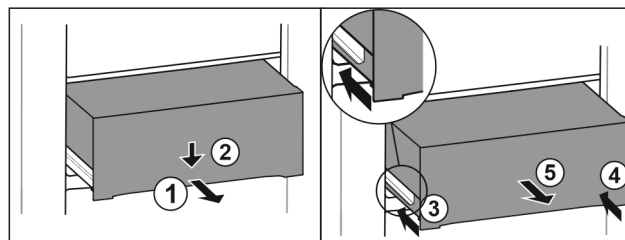

Fig. 104
- 将抽屉拉出一半。 Fig. 104 (1)
- 朝下按压正面的抽屉。 Fig. 104 (2)
- 将左侧轨道推入大约 2 cm。 Fig. 104 (3)
- 将右侧轨道推入大约 2 cm。 Fig. 104 (4)
- 朝前取出抽屉。 Fig. 104 (5)